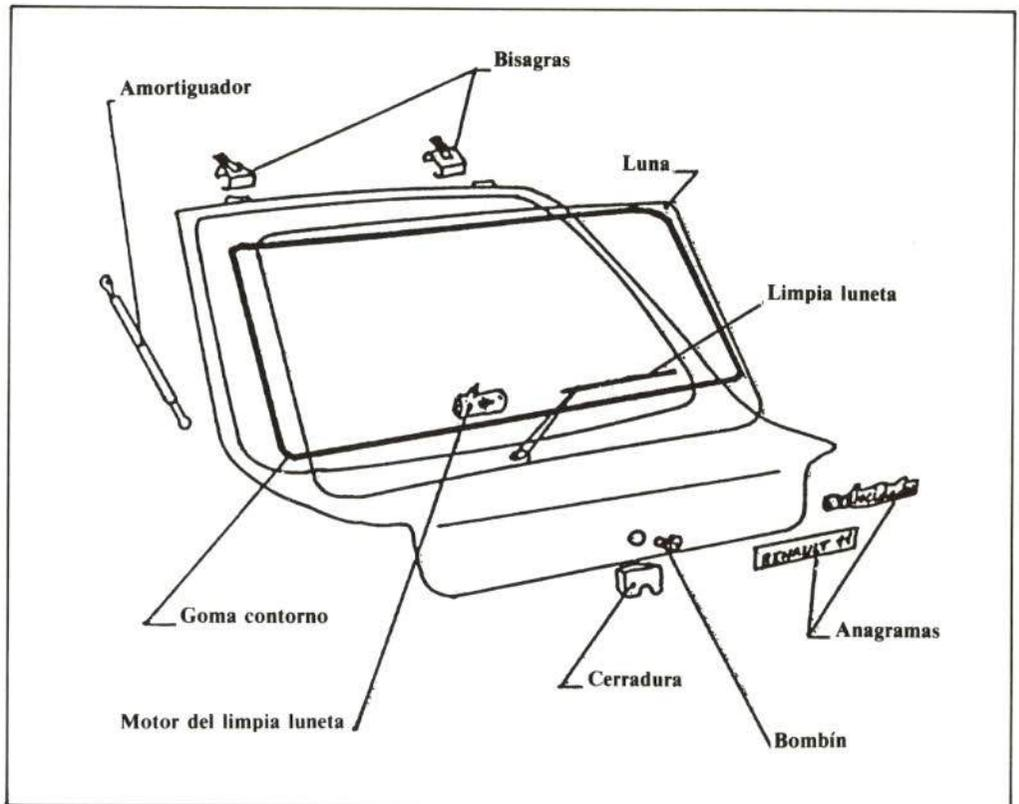

FIGURA 6.—Elementos del portón trasero.
- **Portón trasero** (figura 6)